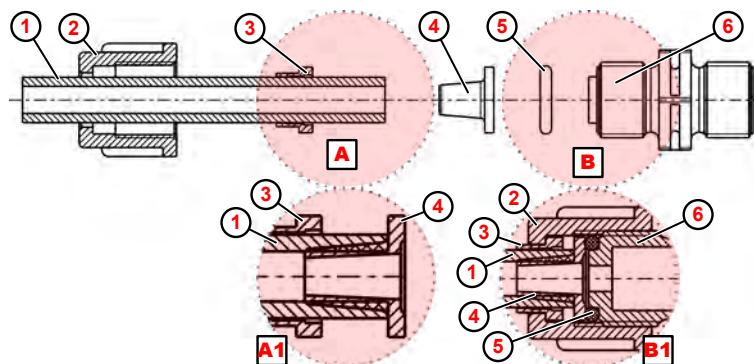

Abb. 8: Rohr- Schlauchanschluss mit Kegelteil
1. Schlauch ( Abb. 8 , ① ) gerade abschneiden.
2. Überwurfmutter ② über Schlauch ① schieben.
3. Spannteil ③ über Schlauch ① schieben.
4. Schlauch ① bis zum Anschlagbund auf Kegelteil ④ schieben (Detail A1 ).
5. Spannteil ③ Richtung Kegelteil ④ schieben bis Widerstand spürbar ist.
6. O-Ring ⑤ in Nut von Saug- bzw. Druckventil ⑥ legen.
7. Überwurfmutter ② festziehen (Detail B1 ).